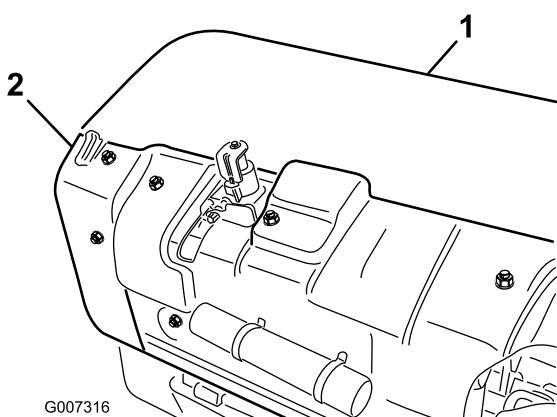

Figura 29
- B. Remova os parafusos de montagem do resguardo da polia remova o resguardo (Figura 29).